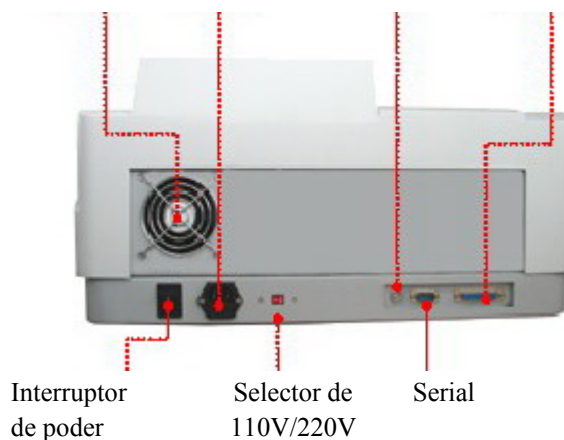

Fig 1
El espectrofotómetro modelo UNICO SQ-2800 (Fig 1) es un instrumento de haz simple, de uso general, diseñado para satisfacer las necesidades del Laboratorio Convencional. El espectrofotómetro modelo UNICO SQ-2800 es ideal para varias aplicaciones, tales como Química, Bioquímica, Biotecnología, Petroquímica, Protección Ambiental, Laboratorios de Alimentos y Bebidas, Laboratorios de Agua y Aguas Servidas y otros campos de control de calidad e investigación.
Encienda el espectrofotómetro presionando el interruptor de poder (IO) (vea Fig 1). El instrumento comienza a iniciarse y los pasos son: